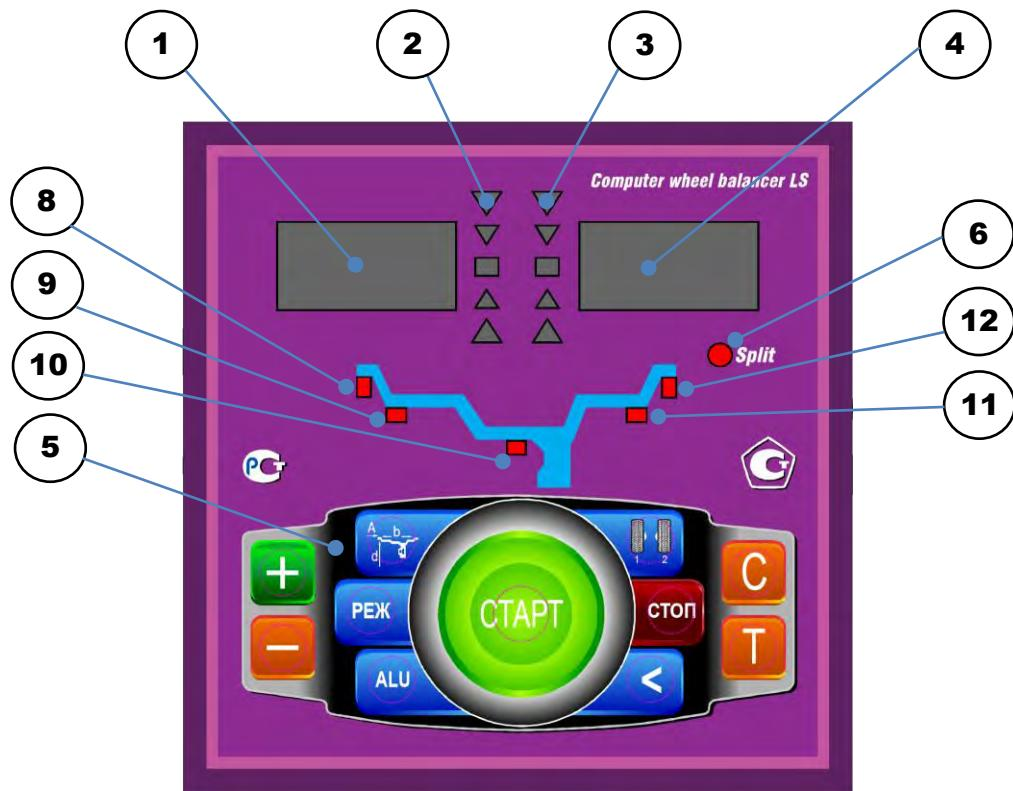

рис.8.1.
8.1. Общий вид лицевой панели показан на рис. 8.1.
При выдвижении штанги на индикаторах 1 (рис. 8.1) отображается значение параметра "A". Значение параметра "d" отображается на индикаторах 4.
Для ввода ширины нажмите кнопку "+" или "-" на индикаторах 1 (рис. 8.1) высветится "-b-", а на индикаторах 4 значение ширины диска. Через 2-3 сек после установки ширины индикаторы в режим отображения текущего дисбаланса.
Дважды нажать кнопку "A, d, b", после чего на индикаторах 1 (рис. 8.1) загорается символ "A", а на индикаторах 4 исходная величина дистанции. Нажимая кнопки "-" и "+" установить на индикаторах 4 требуемую величину дистанции. Через 2-3 сек после установки дистанции показания на индикаторах 1 и 4 возвращаются к отображению текущего дисбаланса, а кнопки "-" и "+" возвращаются в режим ввода ширины обода.
11.1. Переключение схем ALU1-ALU5 осуществляется последовательным нажатием кнопки "ALU" при этом схема установки грузов отображается загоранием соответствующих светодиодов 8-12 (рис.8.1), кроме того, на индикаторах 1 отображаются символы ALU, а на индикаторах 4 номер 1-5. Через 2-3 сек. после установки требуемой программы ALU индикаторы 1-4 переходят в режим отображения дисбаланса.
12.3. Для входа в программу Split нажмите кнопку РЕЖ , после чего загорается светодиод 6 (рис.8.1) и на индикаторах 1 загораются символы "SPn", означающие, что необходимо ввести число спиц обода колеса, подлежащего балансировке. При этом на индикаторах 4 загорается цифра 5. Если число спиц колеса отличается от 5, кнопками "-" и "+" установите на индикаторах 4 фактическое число спиц колеса.
12.4. Запустите СБ. После остановки вала установите любую спицу обода колеса вертикально вверх (на 12 часов) и нажмите кнопку С. После чего, на индикаторе 1 и линейке 2 (рис.8.1) будут указаны величина и место установки корректирующего груза на внутренней плоскости.
Эта функция обеспечивается тем, что каждый раз при вводе новых геометрических параметров и установке требуемой программы ALU, предыдущее состояние запоминается. Для перехода от одного набора параметров к другому необходимо нажать кнопку "1-2". Визуальный контроль того, какие параметры установлены в данный момент, осуществляется нажатием "A,d,b" на индикаторах 4 (рис.8.1) будут последовательно отображены, установленные в данный момент диаметр и ширина обода и дистанция.
14.1. При включении тумблера питания СБ на индикаторах 1 (рис. 8.1) высвечивается трёхзначное число -номер версии программного обеспечения. Через 2-3 сек на индикаторах 1 и 4 должны загореться нули, кроме того должны загореться светодиоды 8 и 12, что свидетельствует о включении режима стандартной балансировки с установкой на обеих плоскостях коррекции грузиков на пружинках. На линейках 2 и 3 (рис. 8.1) должны загореться центральные светодиоды.
14.2. При включении СБ программа измерения дисбаланса настраивается таким образом, что дисбаланс менее 8 г (заводская установка) на любой плоскости коррекции не показывается, в этом случае на индикаторах 1 и 4 (рис. 8.1) высвечиваются "0". Минимальный дисбаланс отображающийся на индикаторах 1 и 4 равен 8г. Дисбаланс, превышающий 8г, округляется до величины кратной 5, т. е. дисбаланс 9, 10, 11 и 12 г отображается цифрой 10, дисбаланс 13, 14, 15, 16 и 17 г - цифрой 15 и т. д. Для просмотра неокруглённого значения дисбаланса или дисбаланса менее 8г. необходимо нажать кнопку "<", при этом на индикаторах 1 и 4 на 2-3 сек высчитываются фактические значения дисбаланса, определённые в данном запуске.
14.5.1. Поднимите защитный кожух. Вручную поворачивайте колесо, при этом свечение светодиодов на линейках 2 и 3 (рис. 8.1.) будет перемещаться, и в какой-то момент на одной из линеек загорятся все светодиоды и цвет их свечения сменится на зелёный.